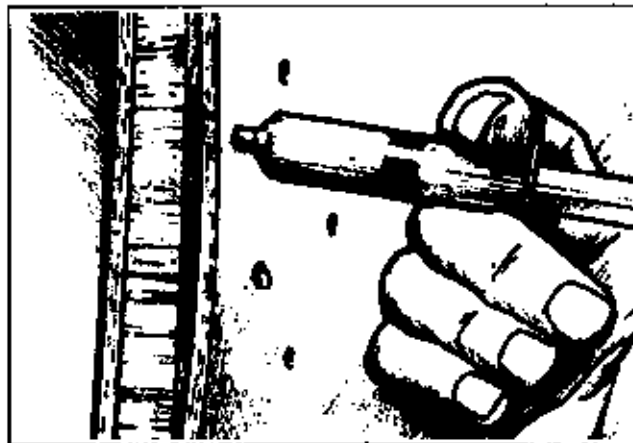

Abb. 4-1 Spritzen Sie Epoxidharz unter das äußere Laminat mithilfe einer 807 Spritze, an der die Spitze so beschnitten ist, daß sie fest in die Löcher paßt.
2. Spritzen Sie Harz durch alle Bohrlöcher (Abb. 4-1). Dabei sollte man mit soviel Druck arbeiten, daß sich das Epoxid um das Loch herum mehrere Zentimeter weit verteilt.